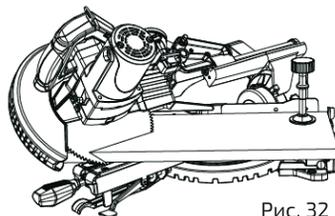

Рис. 32
3. Установить необходимый угол торцовочного пиления и зафиксировать стол (рис. 32). См. раздел «Торцовочное пиление».